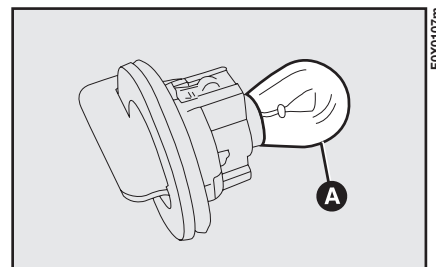

fig. 126
- sfilare la lampada A-fig. 126 spingendola leggermente e girandola in senso orario;